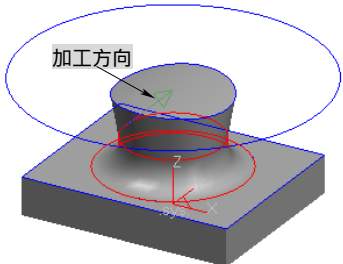

图 8-286 拾取加工方向
6) 拾取进刀点后,系统接着提示“切换加工方向”,直接单击选择图 8-286 所示的方向。系统继续提示“改变曲面方向”,单击箭头可以改变曲面方向,使其指向曲面的外部,然后单击鼠标右键结束。